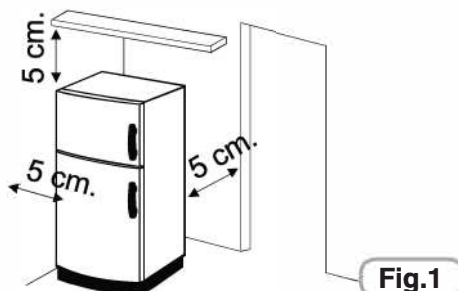

Fig.1
• Attendere almeno 3 ore dalla collocazione in sede definitiva prima di mettere in funzione l'apparecchio. 1 Assicurarsi che lo spazio circostante al frigorifero sia sufficiente per la ventilazione. L'illustrazione (fig.1) mostra lo spazio minimo necessario per l'installazione del frigorifero.
Mantenendo uno spazio maggiore dal muro, il frigorifero consuma un importo minore di energia elettrica. L'utilizzo del frigorifero in uno spazio dalle dimensioni minori rispetto a quelle indicate nell'illustrazione in basso (fig.1), potrebbe provocare un non corretto funzionamento, forti rumori e guasti.